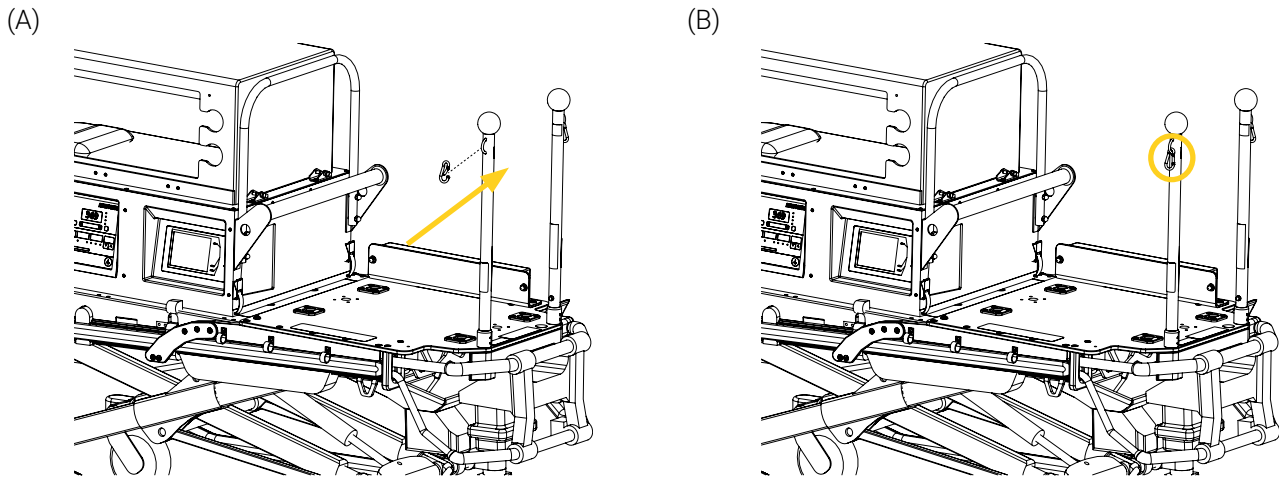

Figure 6: Installation du nouveau mousqueton
2. Appuyer sur la détente du nouveau mousqueton sur la barre de poussée (Figure 6).